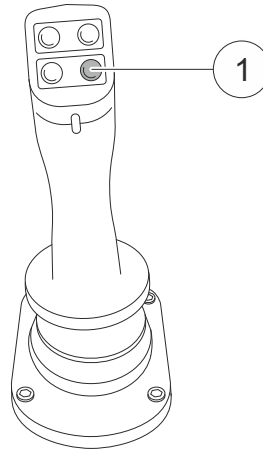

Fig. 209 Buzina
- 8 | Pressione o botão (1) na Fig. 209 no joystick direito.